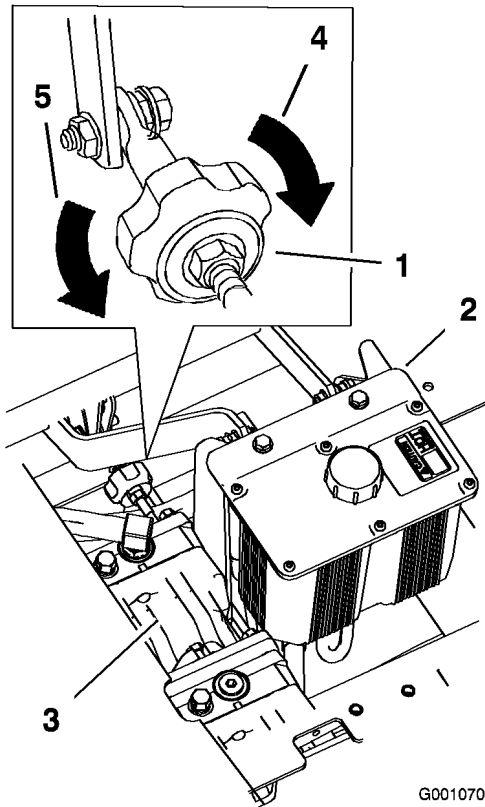

Figura 70
2. Regolate la lunghezza dell'asta della pompa facendo girare nella direzione opportuna la manopola, finché la ruota si ferma o si sposta leggermente indietro (Figura 70).